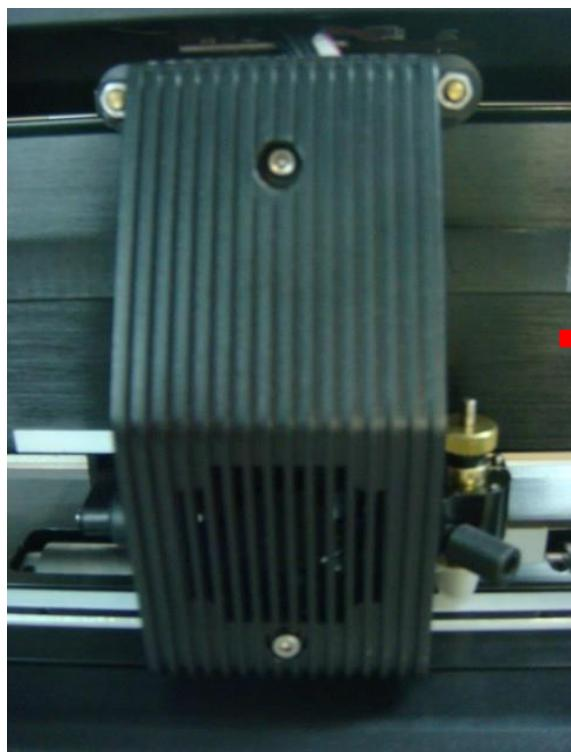

Рис. 2-31
**Шаг 1** Отвинтить крышку с каретки с помощью отвертки (рис. 2-31 и 2-32).